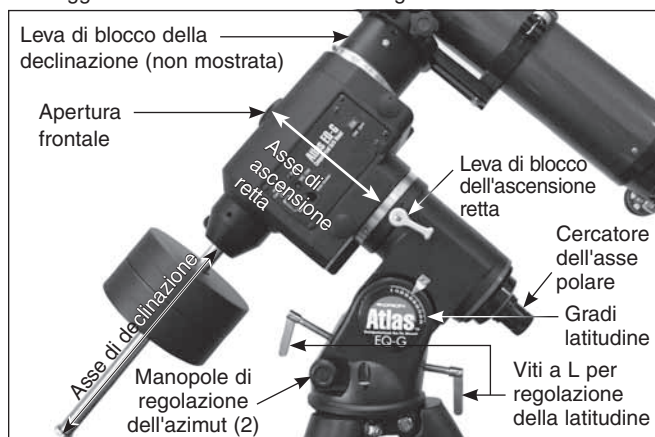

Figura 8. Assi di ascensione retta e declinazione della montatura Atlas EQ-G con parti correlate.
1. Tenendo una mano sul tubo ottico del telescopio, allentare la leva di blocco dell'ascensione retta (**Figura 8**). Verificare che la leva di blocco della declinazione sia serrata, per il momento. Il telescopio dovrebbe essere in grado di ruotare liberamente attorno all'asse di ascensione retta. Ruotare finché la barra di contrappeso è parallela al terreno, ossia orizzontale.
2. Allentare una delle due viti a L per la regolazione della latitudine (vedere **Figura 8**) e stringere l'altra per regolare la latitudine, o angolo di altitudine, della montatura. Continuare a regolare la montatura fino a quando il puntatore sulla scala della latitudine indica la latitudine del luogo di osservazione. È possibile consultare un atlante geografico o Internet per determinare la latitudine corrente. Ad esempio, se la latitudine è 35° nord, posizionare il puntatore su 35. L'impostazione della latitudine non dovrà essere più modificata, a meno che la nuova posizione di osservazione non sia sostanzialmente distante.
3. Allentare la leva di blocco della declinazione e ruotare il tubo ottico del telescopio finché non è parallelo all'asse di ascensione retta **Figura 8**.